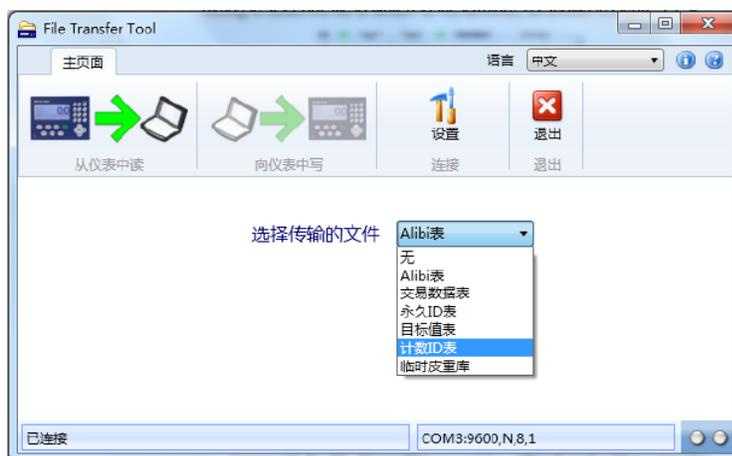
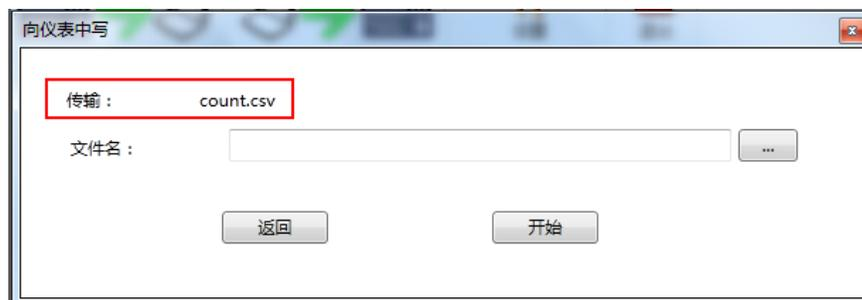

图 3-8: 文件选择界面
图 3-9: “向仪表中写”对话框
1. 在 IND245 文件传输工具主界面上，选择将要写入的文件，如图 3-8 所示。
3. 点击“向仪表中写”图标，出现“向仪表中写”对话框，如图 3-9 所示。
- 注意：为了避免选错文件，用户在图 3-8 中选择的文件对应文件名将出现在“从仪表中读”对话框中，即图 3-9 中框出来的部分。
- 注意：不论文件在 PC 上的文件名是什么，在写入仪表时，都将会以图 3-9 框出来的名字命名。